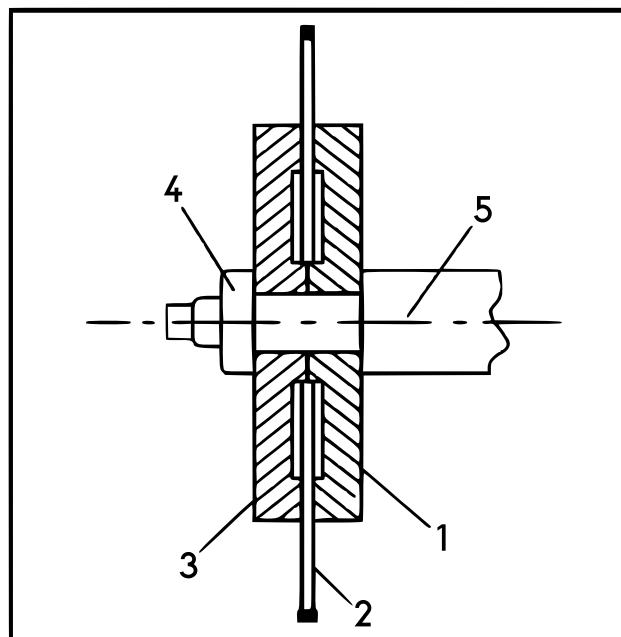

Abbildung 2
- Um die abgenutzte Scheibe zu ersetzen, gehen Sie wie folgt vor (**Abb. 2**):
- Scheibenbefestigungsmutter (**4, Abb. 2**) lösen.
- Scheibe (**2, Abb. 2**) entfernen, neue Scheibe auf den Flansch (**1, Abb. 2**) schieben. Dabei auf die auf der Scheibe angegebene Drehrichtung achten. Dann den Gegenflansch (**3, Abb. 2**) dagegensetzen.
- Scheibenbefestigungsmutter (**4, Abb. 2**) wieder anziehen und Schutzabdeckung wieder anschrauben.